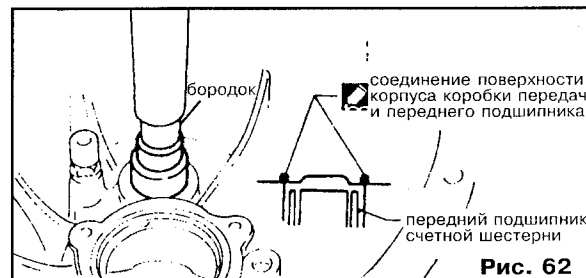

Рис. 62
- Передний подшипник счетной шестерни корпуса коробки передач (см. рис. 62).